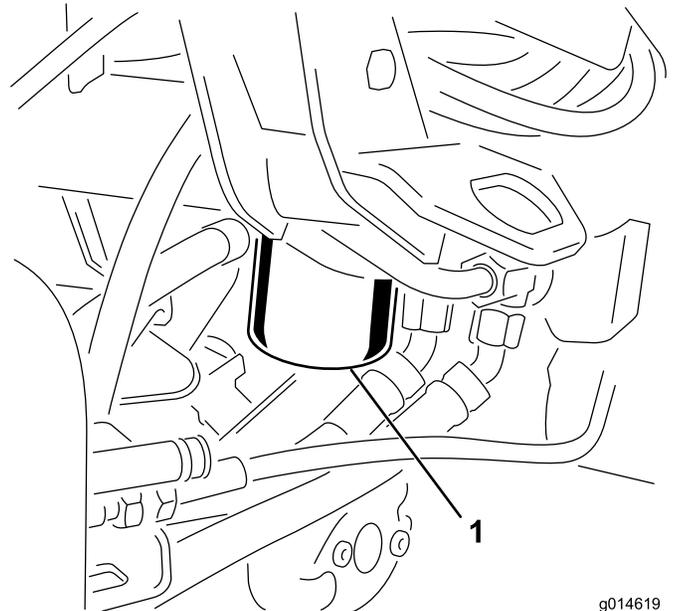

Figura 54
1. Limpie la zona de montaje del filtro (**Figura 54**). Coloque un recipiente debajo del filtro y retire el filtro.